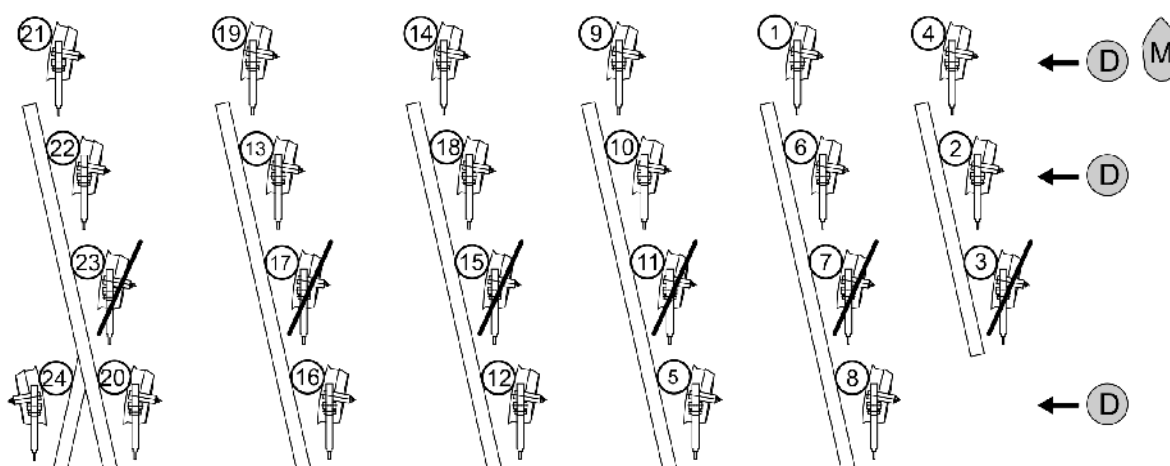

Рис. 48
- Кукуруза **M**: установите заслонки  согласно Рис. 48.
- Удобрения **D**: установите заглушки  согласно Рис. 48.